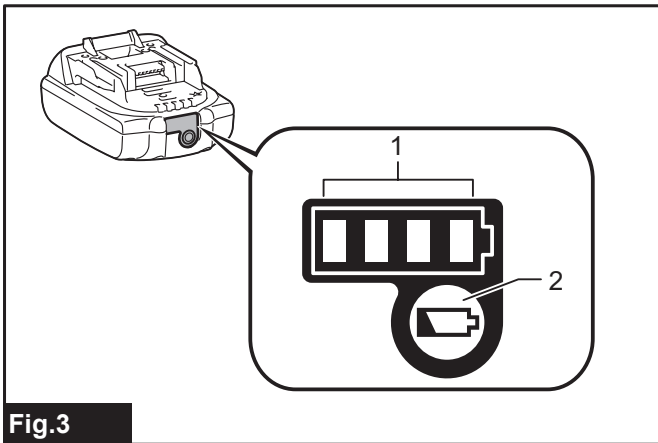

Fig.3
► **Rys.3:** 1. Lampki wskaźnika 2. Przycisk kontrolny